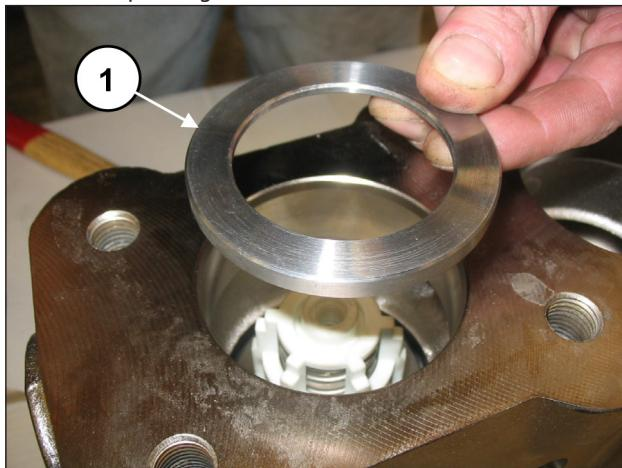
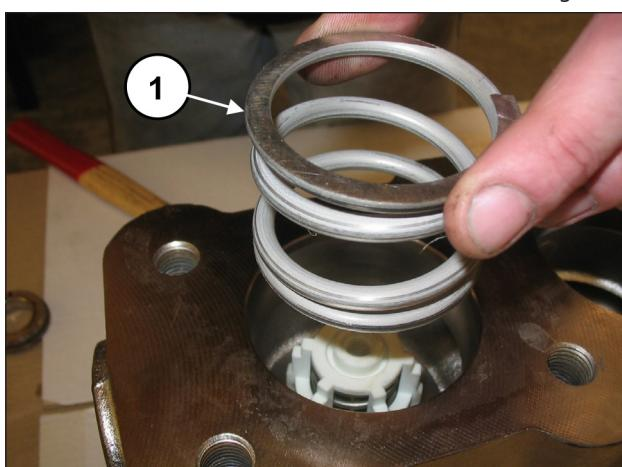

Fig. 129
Fig. 130
Placer la bague dans le siège de soupape (rep. ①, Fig. 129) et le ressort (rep. ①, Fig. 130).